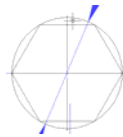

Рис. 4.2. – Результат работы команды «Многоугольник»
2. Команда Многоугольник (Polygon). Результат на рис. 4.2.